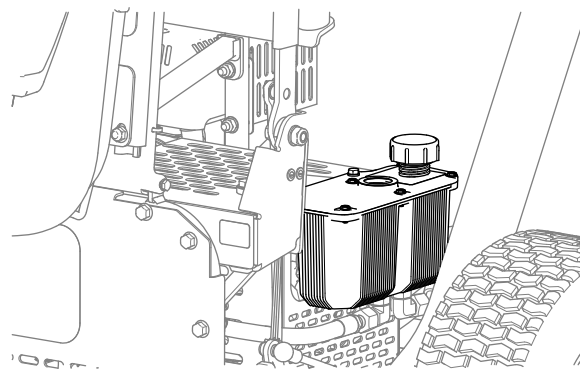

Figura 39
2. Retire a tampa do reservatório hidráulico (Figura 39).
4. Em seguida, volte a montar a tampa do reservatório (Figura 39).